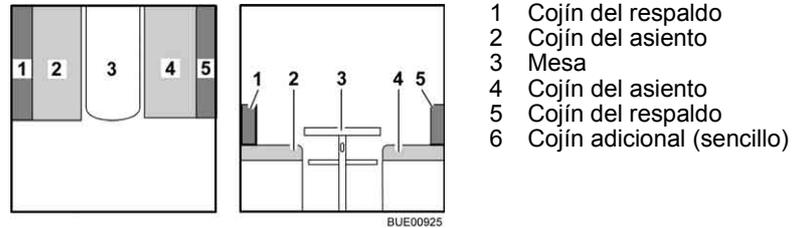

Fig. 88 Antes de la transformación
- Transformar la mesa (Fig. 88,3) en base de cama (véase apartado 6.11).